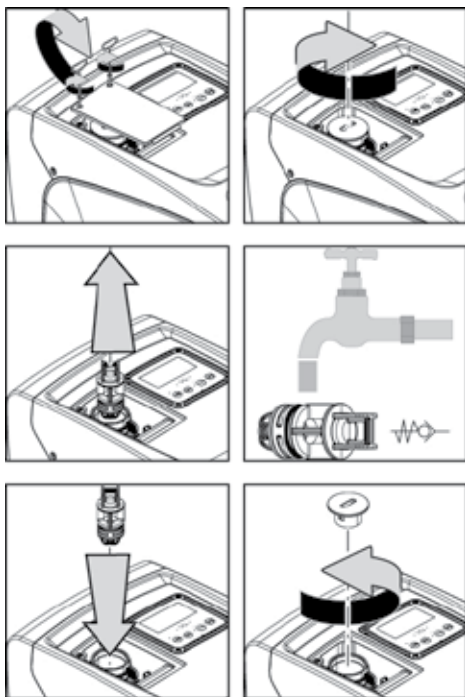

Figure 21
1. retirer la porte d'accès au logement de maintenance extraordinaire (Fig.1 pan F) en dégageant les 2 vis de fermeture à l'aide de l'outil accessoire. Il est conseillé de ne pas retirer entièrement les vis, afin de les utiliser pour extraire la porte. Veiller à ne pas faire tomber les vis dans le système lorsque la porte est démontée (Fig.21);
2. à l'aide d'un tournevis, retirer le bouchon de 1"1/4 afin de pouvoir accéder au clapet de non-retour (Fig.21);
3. à l'aide d'une pince, extraire, sans pivoter, la cartouche du clapet de non-retour en faisant levier sur le pont prévu à cet effet (Fig.21): l'opération pourrait requérir une certaine force ;
5. introduire à nouveau la cartouche complète dans son logement : l'opération requiert la force nécessaire à la compression des 2 joints toriques (Fig.21);
6. visser le bouchon de 1"1/4 jusqu'à la butée : si la cartouche n'a pas été bien enfoncée dans son logement, le vissage du bouchon complète la mise en place (Fig.21);
7. remettre la porte en place et serrer les 2 vis (Fig.21).